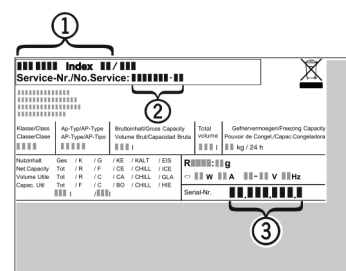

Fig. 35
- ▶ Laitteen nimitys Fig. 35 (1), service-n:o. Fig. 35 (2) ja sarja-n:o Fig. 35 (3) löytyvät tyyppikilvestä Tyyppikilpi sijaitsee vasemmalla sisäpuolella.
- ▶ Ilmoita asiakaspalveluun vika, laitteen nimi Fig. 35 (1), service-n:o Fig. 35 (2) ja sarja-n:o Fig. 35 (3).